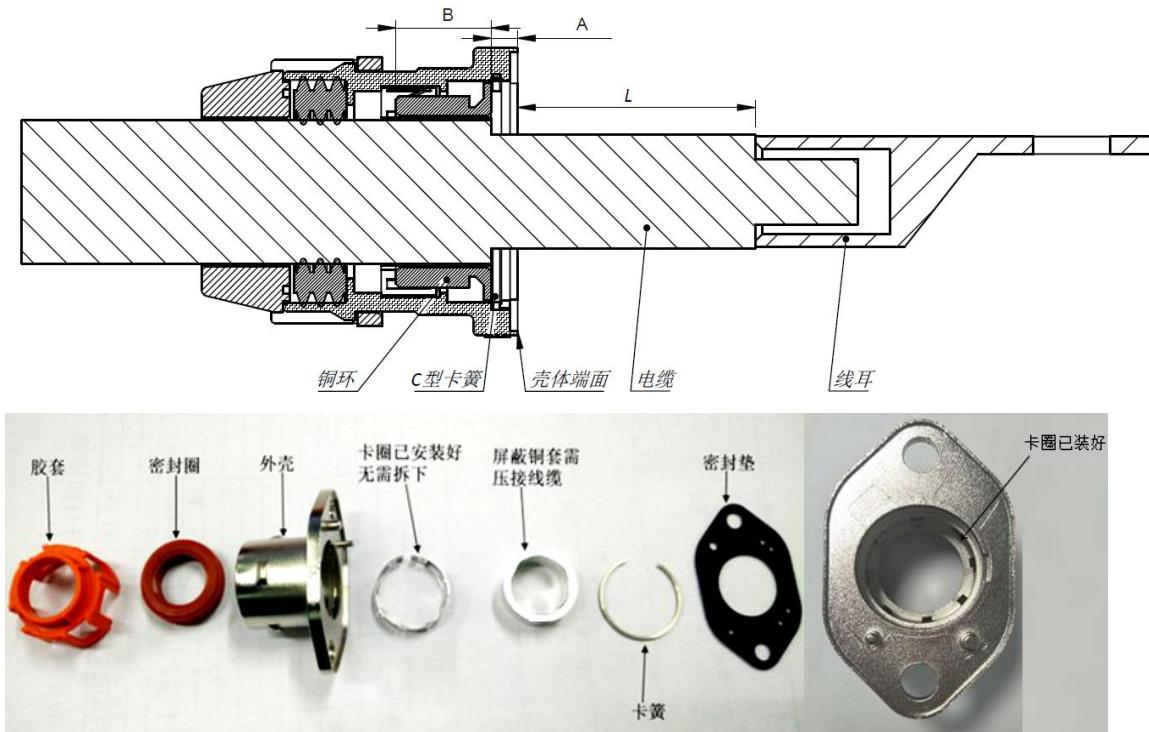

图 13
4.3.8 安装直流母线与电机三相线束时，需确保控制器壳体对应标识与线束端标签标识匹配对应，控制器高压电缆格兰及所有组成件无缺失并完好。安装时，需确保接线端子固定螺栓与格兰安装到位（接线端子固定螺栓安装扭力需满足 15N·m-20N·m，格兰螺母紧固扭力需满足 6N·m-8N·m。动力线束需就近进行固定绑扎，且锁紧器出线处线缆折弯半径不小于 99mm。注：对于由整车厂自制直流母线或电机三相线束时，需满足穿入格兰处的线缆外径不小于 13.5mm，接线端子宽度不大于 18mm（端子固定螺钉为 M8）。格兰组成示意见下图 13：